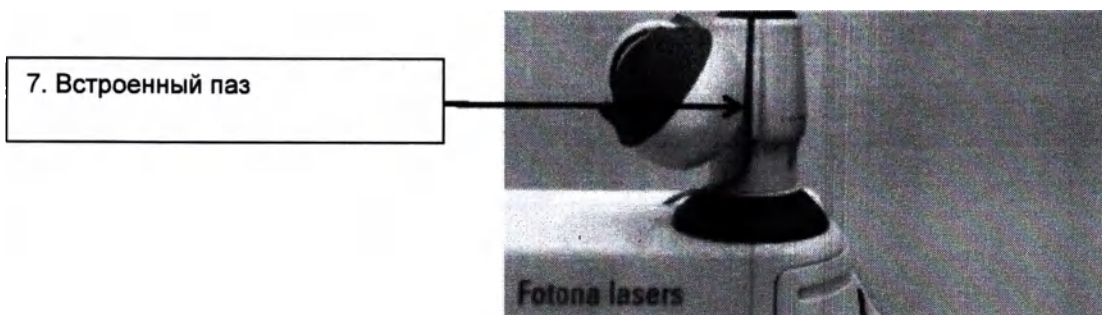

Рисунок 6.9: Встроенный паз
7. Вставьте интерфейсный кабель во встроенный паз (Рисунок 6.9).